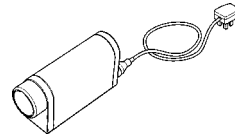

Abb. 13
4. Stecken Sie den Stecker des Ladegeräts in eine Netzsteckdose (siehe Abb. 13). Eine gelbe Leuchte leuchtet auf und zeigt an, dass das Ladegerät eingeschaltet ist.